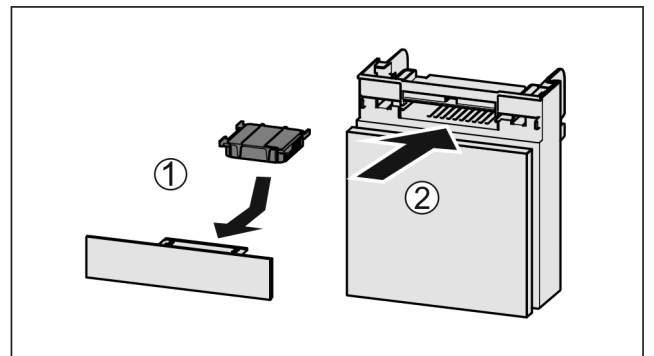

Fig. 111
- ▶ Aktivkohlefilter nach Abbildung einsetzen Fig. 111 (1).
- ▶ Fach einschieben Fig. 111 (2).